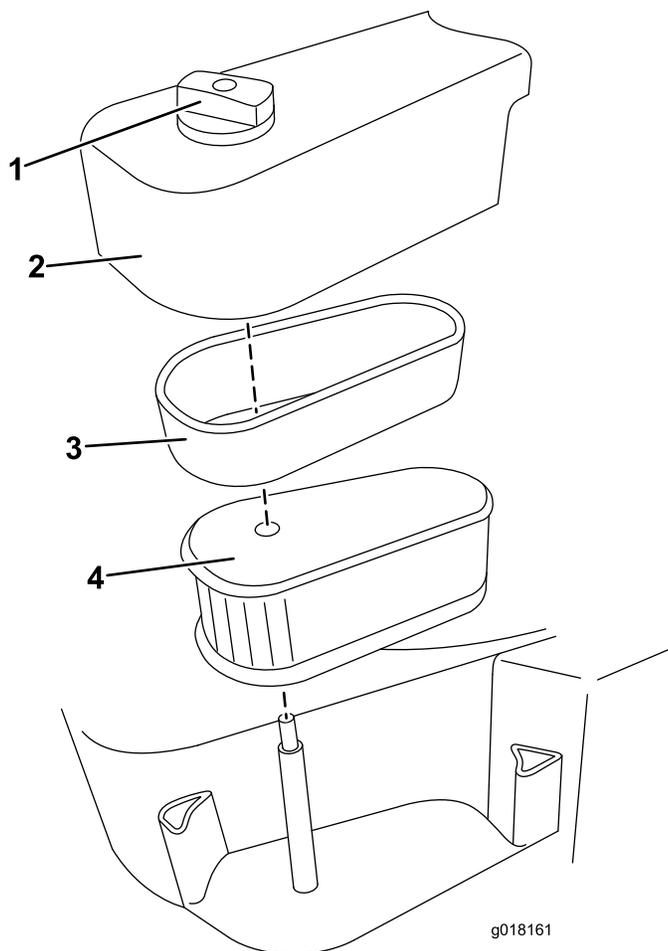

Рисунок 16
2. Ослабьте ручку фиксации крышки воздушного фильтра (Рисунок 16).
4. Осторожно извлеките поролоновый фильтр вместе с патроном, затем отделите поролоновый фильтр от патрона (Рисунок 16).
7. Установите крышку на место (Рисунок 16).